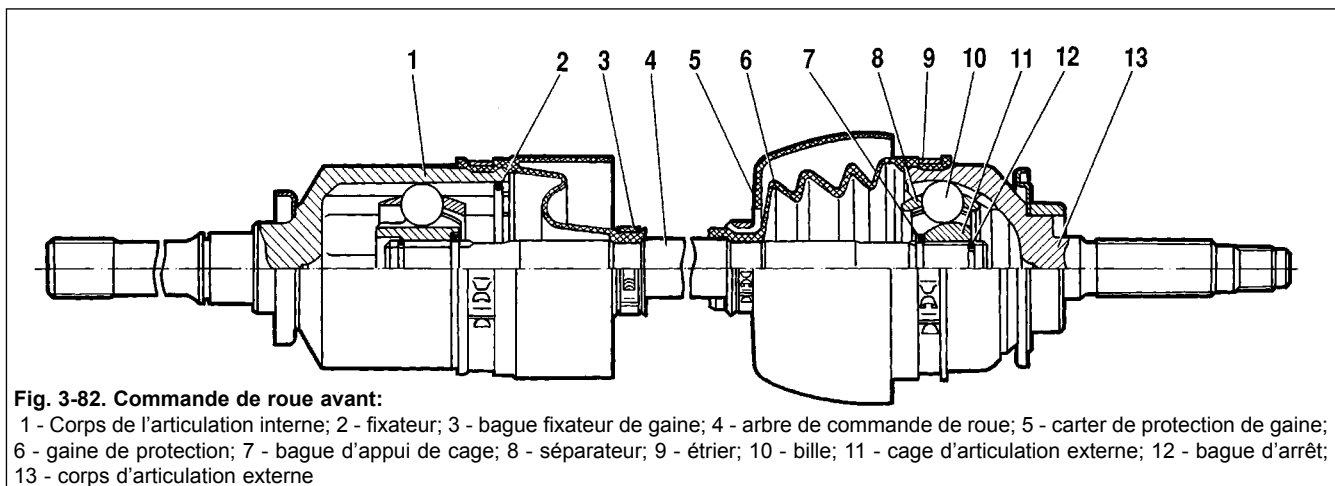

Fig. 3-82. Commande de roue avant:
Un couple moteur se transmet d'un pont avant aux roues avant par des commandes gauche et droite où chacun se compose de l'arbre 4 (fig. 3-82) et de deux joints homocinétiques à disque.
- desserrer le collier 9 (fig. 3-82), l'enlever de la housse en caoutchouc 6 et faire décaler la cloche avec la housse sur l'arbre afin d'accéder à une cage 11 du joint.
- avant de frapper sur l'arbre 4 (fig.3-82) afin d'attacher le dernier avec la cage interne 11, il est